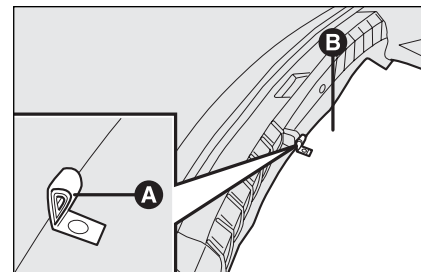
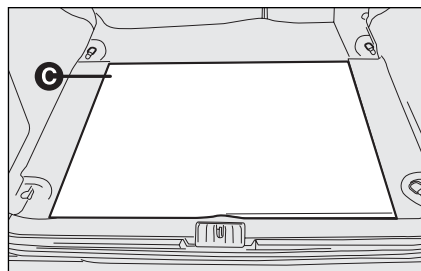
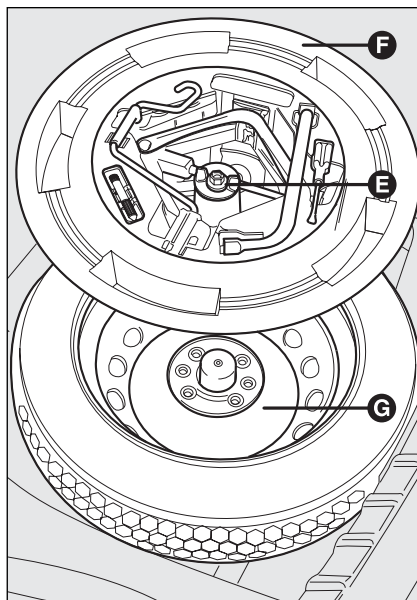
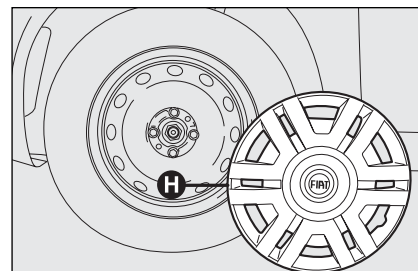

fig. 2
fig. 3
fig. 4
fig. 5
- ☐ arrêter la voiture dans une position ne constituant pas de danger pour la circulation et permettant de remplacer la roue en intervenant en toute sécurité. Le terrain doit être dans la mesure du possible en palier et suffisamment compact; couper le moteur et serrer le frein à main; engager la première vitesses ou la marche arrière; en se servant de la poignée **A-fig. 2** enlever le préformé de revêtement rigide **B** (versions berline) ou **C-fig. 3** (versions Multi Wagon); dévisser le dispositif de blocage **E-fig. 4**;
- prendre la boîte à outils **F**-fig. 4 et la porter près de la roue à remplacer; prélever la roue de secours **G**; enlever l'enjoliveur **H**-fig. 5 (versions jantes en acier), ou enlever l'enjoliveur (versions jantes en alliage);